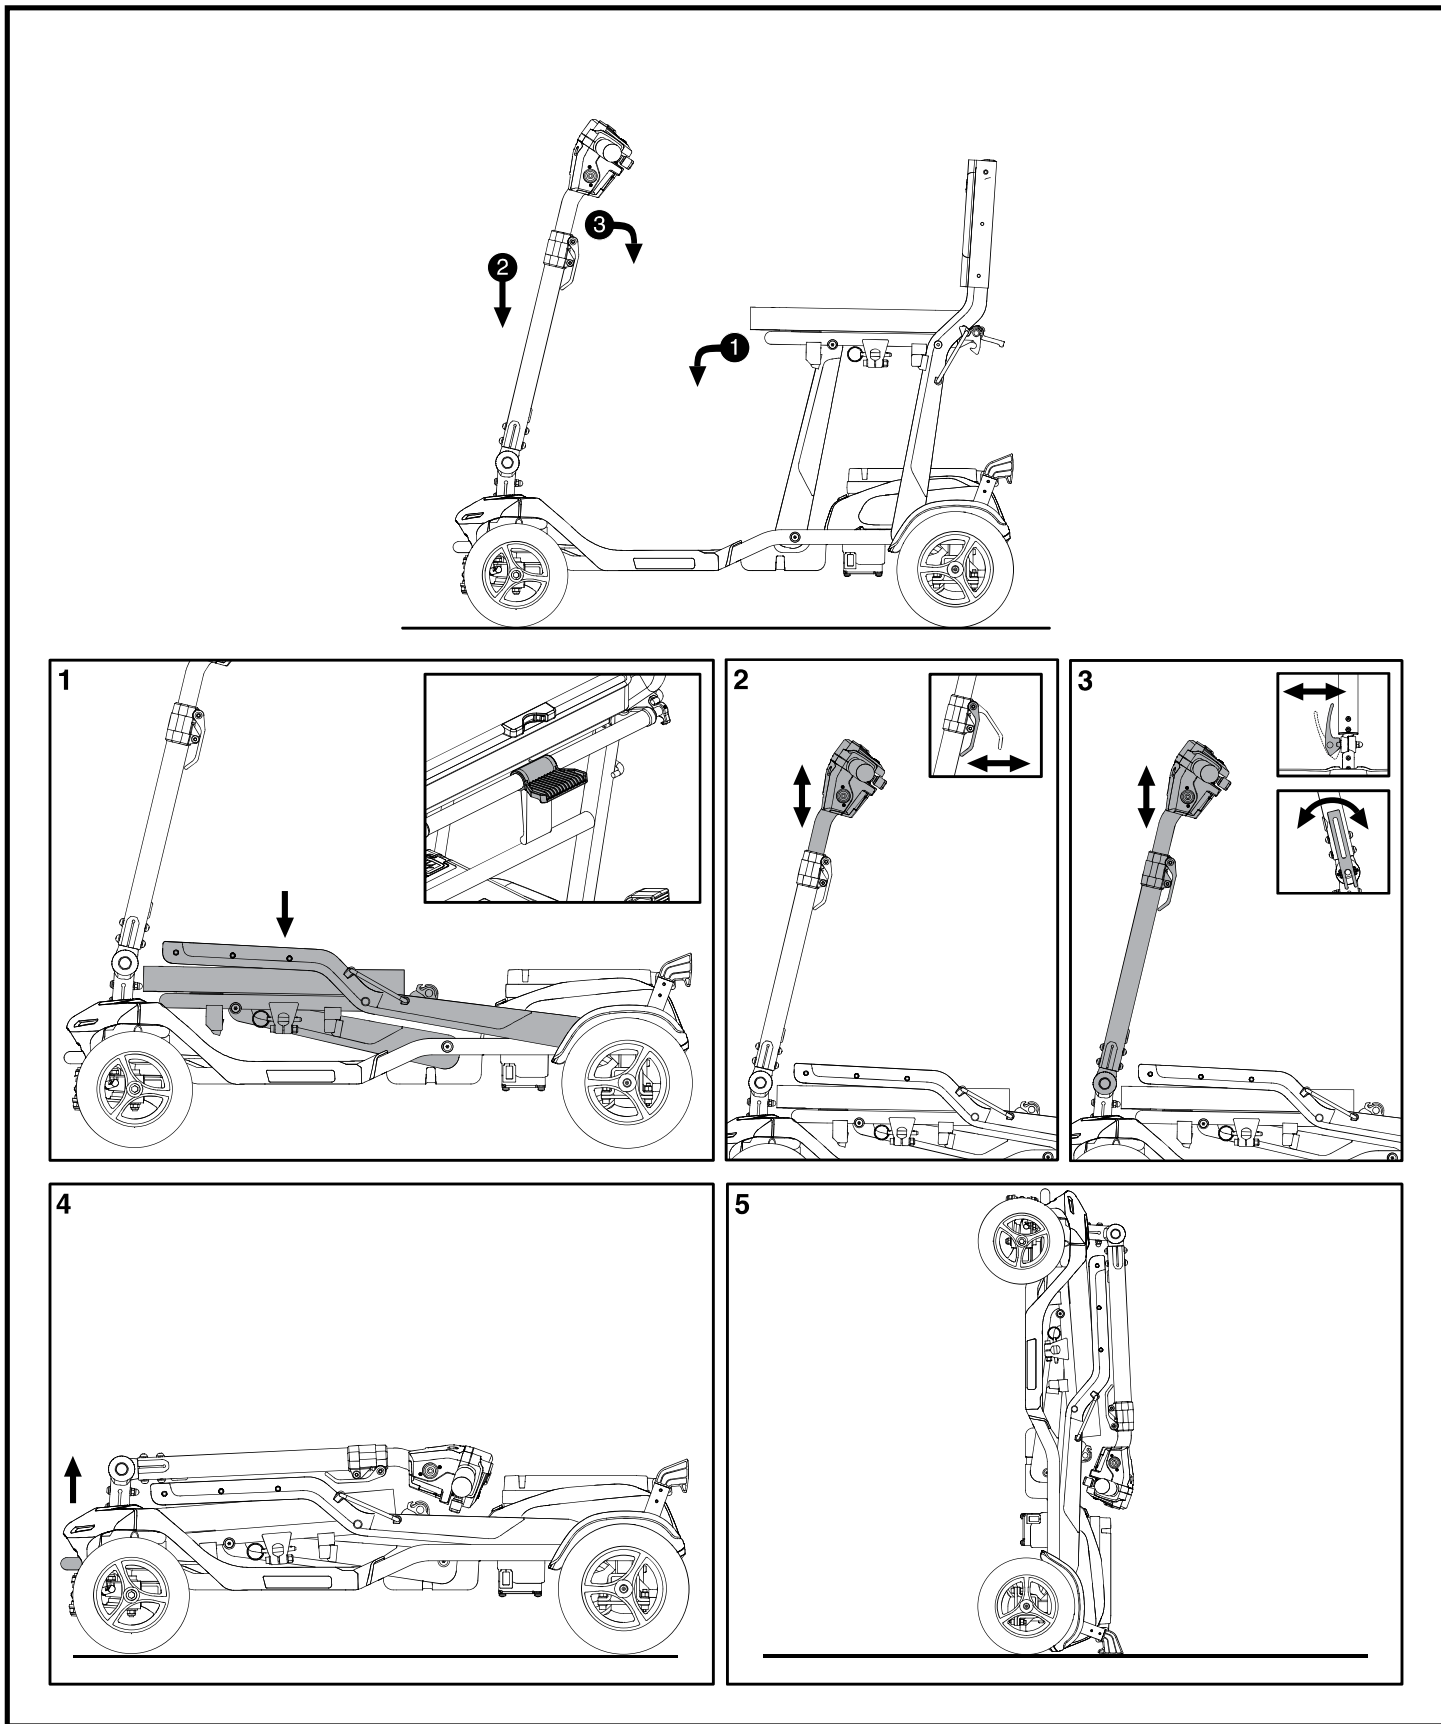

Figura 14. Plegable para tránsito
1. Pliegue su scooter como se muestra en el paso 5 en la **figura 14**. Consulte V. “Desmontaje/Montaje y Plegable/Desplegable” para obtener más información.